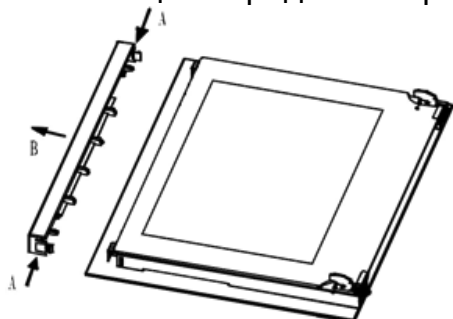

Рис. 27
1. Нажмите на кнопку на левой и правой частях дверцы, извлеките верхнюю планку (Рис. 27)